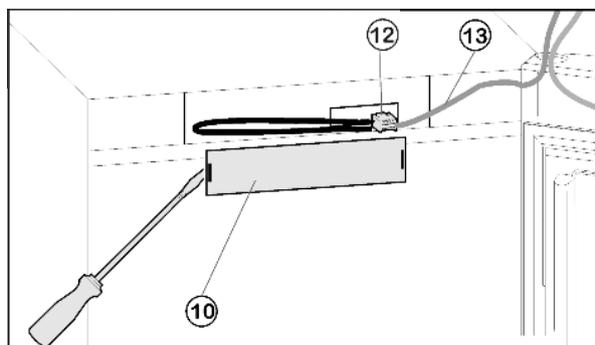

Fig. 8
- ▶ Снимите переднюю накладку Fig. 8 (10) с помощью плоской отвёртки.
- ▶ Снимите контакт и извлеките разъём Fig. 8 (12).
- ▶ Высвободите из направляющей серый кабель Fig. 8 (13).